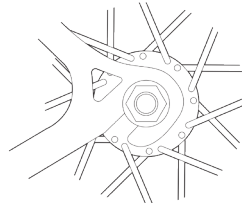

fig. 13
6. Bei einem Spannsystem (Schnellspannsystem) muss der Spannerhebel nach oben bewegt und in die Position "GESCHLOSSEN" geschwenkt werden (Abb. 11a). Der Hebel sollte nun parallel zu den Sitzstreben oder zur Kettenstrebe und in Richtung des Rads gebogen sein (Abb. 13). Damit Sie ausreichend Spannkraft anwenden können, sollten Sie Ihre Finger zwecks Hebelwirkung um das Gabelblatt legen. Der Hebel sollte gleichzeitig einen klaren Abdruck auf Ihrer Handfläche hinterlassen.